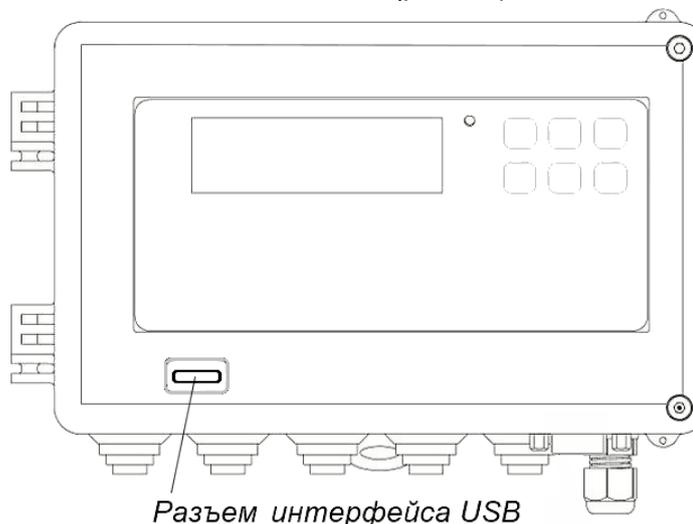

Рис.21. Размещение разъема интерфейса USB.
- установить USB-флеш-накопитель в соответствующий разъем на лицевой панели тепловычислителя (рис.21)